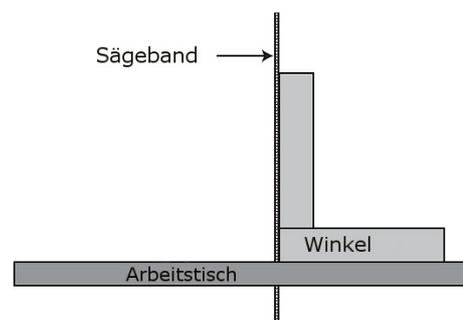

Abb. 18: Messen des rechten Winkels
Schritt 1: Den Verriegelungshebel (Pos. M, Abb. 18) am Arbeitstisch lösen.
Schritt 2: Die Sechskantmutter (Pos. K, Abb. 18) an der Anschlagsschraube (Pos. L, Abb. 18) lösen.
Schritt 5: Anschlagsschraube (Pos. L, Abb. 18) nach links oder rechts drehen um die Höhe bzw. Tiefe des Arbeitstisches einzustellen. Den Arbeitstisch so einstellen, dass der Tisch in einem Winkel von 90° (im rechten Winkel) zum Messer steht (Abb. 19).
Schritt 6: Sobald der rechte Winkel eingestellt ist, die Sechskantmutter (Pos. K, Abb. 18) festziehen.
Schritt 7: Den Verriegelungshebel (Pos. M, Abb. 18) am Arbeitstisch festziehen.